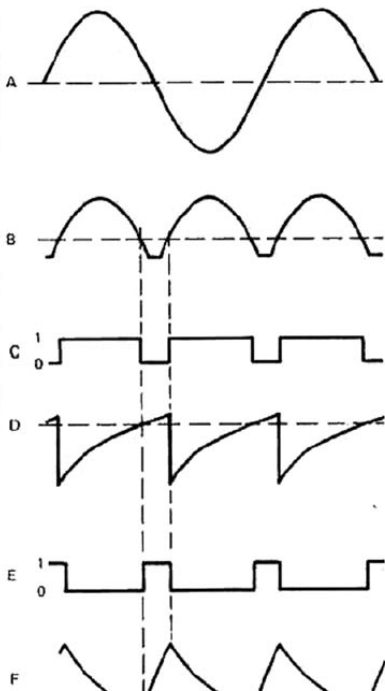

Bild 8: Signalverlauf im Regelkreis
**Bild 8** zeigt den prinzipiellen Signalverlauf im Regelkreis. Im Schaltbild sind die Stellen, an denen die einzelnen Signale auftreten, mit den Buchstaben der jeweiligen Kurve gekennzeichnet.